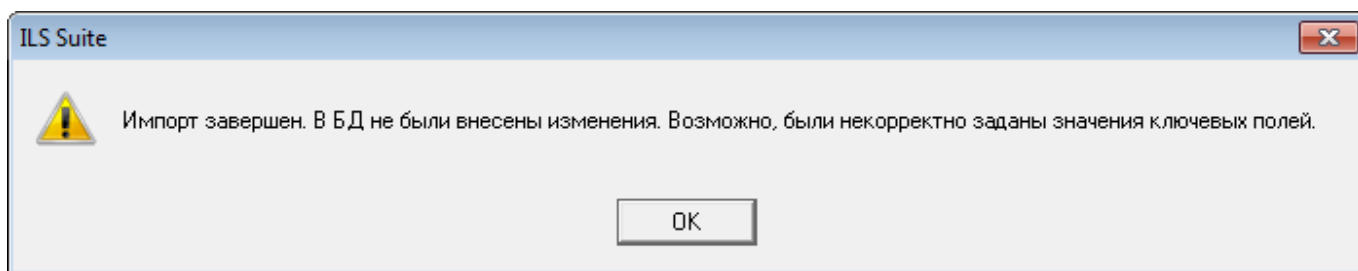

Рис. 14-31 – Сообщение о невозможности выполнить импорт данных
9) Если в окне импорта данных не указано соответствие для ключевых полей, импорт не выполняется и выводится сообщение об ошибке (рис. 14-31). В этом случае нужно повторить импорт, указав правильное соответствие для ключевых полей.